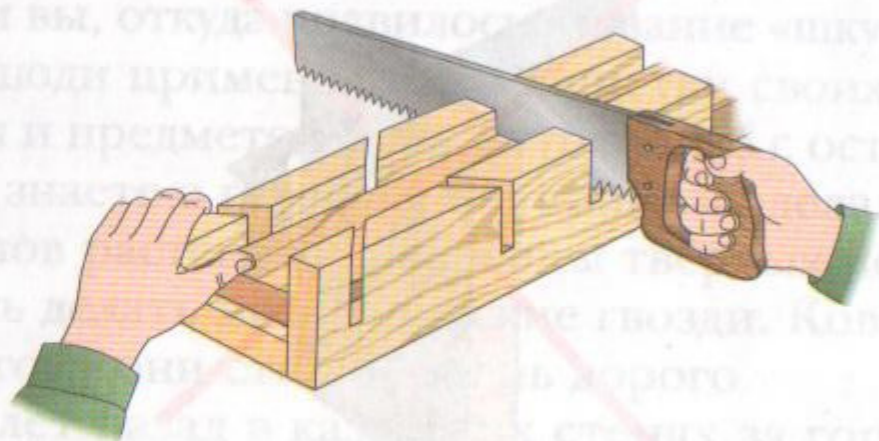

Рис. 96
5. При пилении использовать направлятели. Для отпиливания заготовок применять упор, стусло (рис. 96).